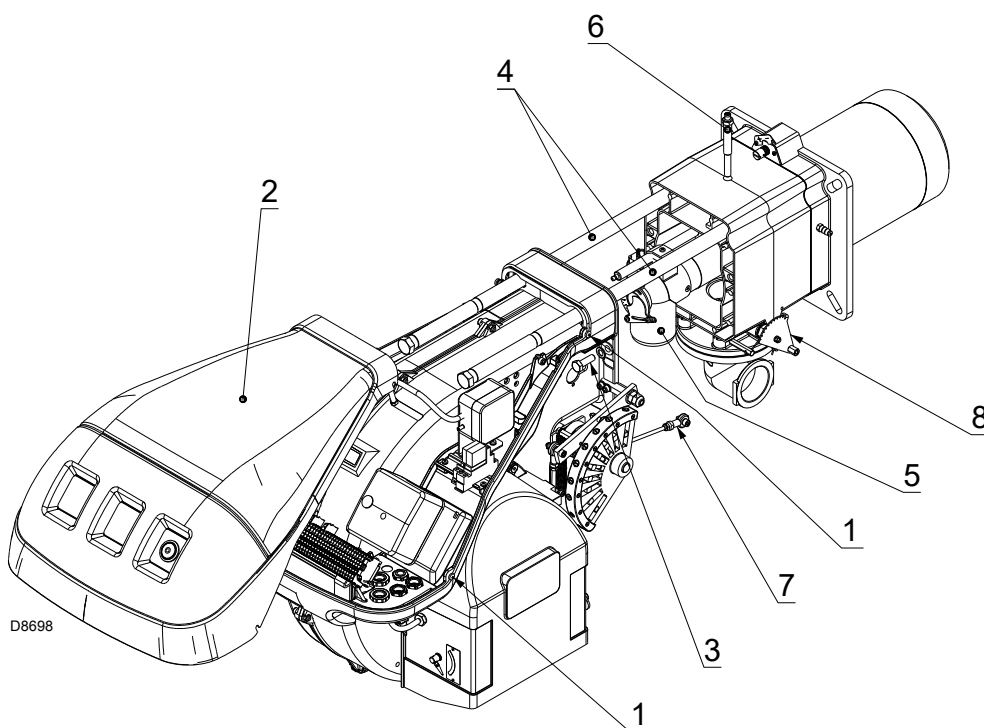

图 41
检查确认点火阶段的燃气出气孔（在燃烧头的燃气分配盘处）清洁无污物及锈迹。如有疑问，需拆下弯头 5)(图 41)。
- 拆下螺栓 1), 同时 取下保护盖 2)(图 41)。
- 重新拧紧螺丝 3)(图 41), 将探针和电极引线轻轻拉紧。